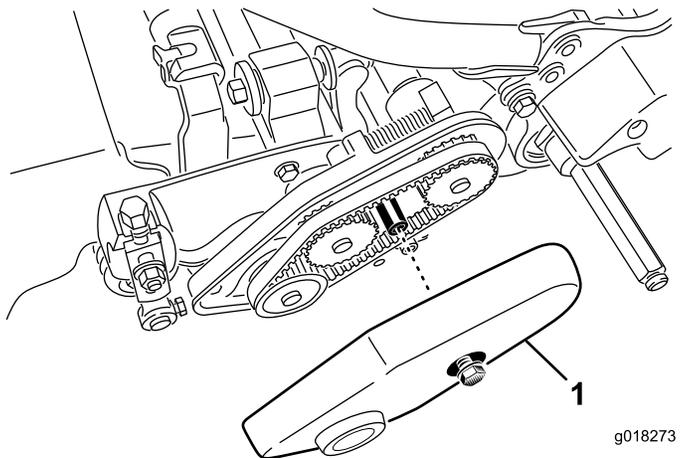

Figura 44
1. Solte o parafuso flangeado que fixa cobertura da correia e retire a cobertura da correia para expor a correia (Figura 44).